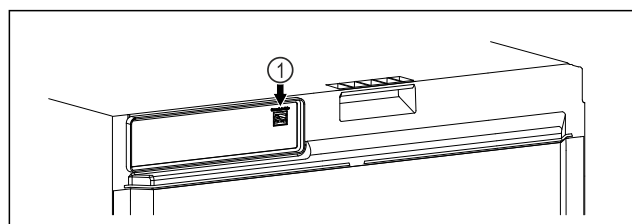

Fig. 105
- SmartModule Fig. 105 (1) este instalat.